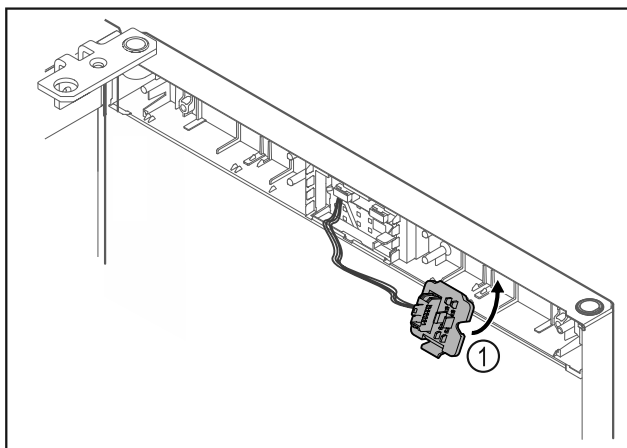

Fig. 15
- Innestare il supporto della spina Fig. 15 (1) sul lato opposto.*